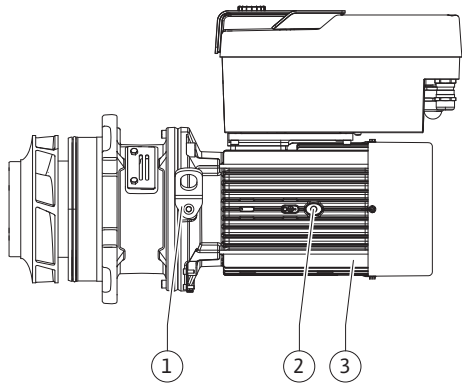

Fig. 108: Insteekset
13. Leid de insteekset (zie Fig. 108) in het pomphuis in de oude of in een andere gewenste hoekpositie. Neem daarbij de toegestane inbouwposities van de componenten in acht (zie het hoofdstuk „Toegestane inbouwposities en wijziging van de componentenopstelling vóór de installatie” [► 22]).
14. Het gebruik van de montagebouten wordt aanbevolen (zie het hoofdstuk „Toebehoren” [► 17]). Na het voelbare vastgrijpen van de lantaarnstukgeleiding (ca. 15 mm voor de eindpositie) bestaat geen gevaar meer voor omvallen of kantelen. Nadat de insteekset met minstens één schroef (Fig. I/III, pos. 10 of Fig. III/IV, pos. 29) is geborgd, kunnen de bevestigingsmiddelen van de transportogen worden verwijderd.
15. Draai de schroeven (Fig. I/III, pos. 10 of Fig. III/IV, pos. 29) erin, maar draai ze nog niet definitief vast. Bij het indraaien van de schroeven wordt de insteekset in het pomphuis getrokken.